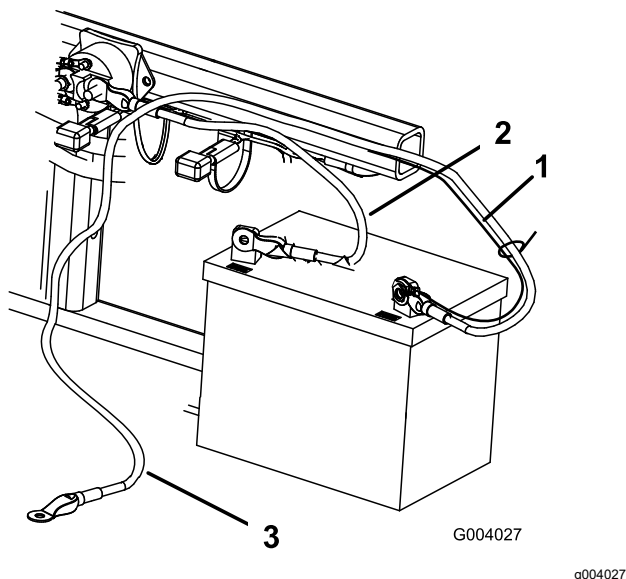

Рисунок 7
2. Закрепите положительный провод (красный) на положительной (+) клемме болтом ($\frac{1}{4} \times \frac{5}{8}$ дюйма) и контргайкой (Рисунок 7).
3. Подсоедините короткий черный провод и отрицательный кабель (черный) к отрицательной (-) клемме аккумулятора болтом ($\frac{1}{4} \times \frac{5}{8}$ дюйма) и контргайкой ($\frac{1}{4}$ дюйма) (Рисунок 7).